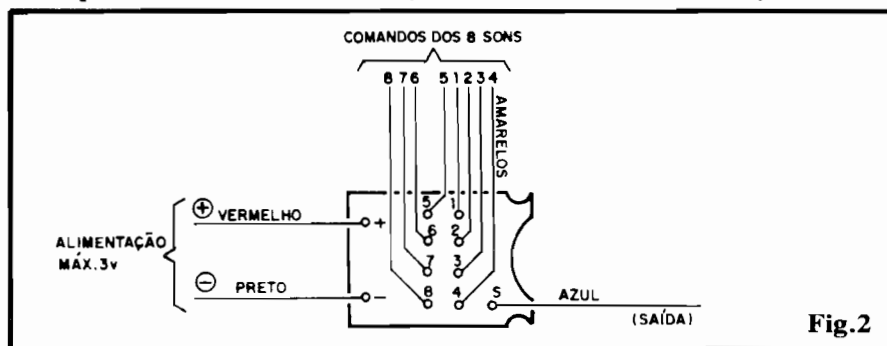

Fig.2
- FIG. 2 - VISUALIZAÇÃO DA PLACA/CHIP JÁ ADAPTADA - Com as informações da fig. A, mais o diagrama da fig. 2, o Leitor/Hobbysta tem todos os detalhes para a perfeita adaptação da plaquinha/chip. Vemos, agora, a dita cuja pelo lado não cobreado (contrário daquele mostrado em A2...). Recomendamos enfaticamente que sejam usados os códigos de cores recomendados (preto para o negativo da alimentação, vermelho para o positivo, azul para a Saida "S" e amarelo para os 8 comandos). Quem quiser, poderá adotar outras cores (dependendo dos cabinhos disponíveis no estoque do Leitor/Hobbysta), mas sempre individualizando e codificando com muita clareza e precisão cada uma das ligações, evitando assim problemas e inversões quando do "casamento" com a placa de "apoio"... Algumas informações complementares, e cuidados especiais: